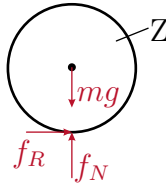

Abbildung 3: Freischnitt des Zylinders Z.
a) Schnittskizze: siehe Abbildung 3